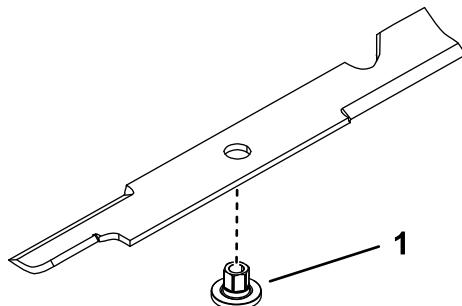

Figura 88
1. Instale el buje a través de la cuchilla con la brida del buje en el lado inferior (lado del césped) de la cuchilla (Figura 88).